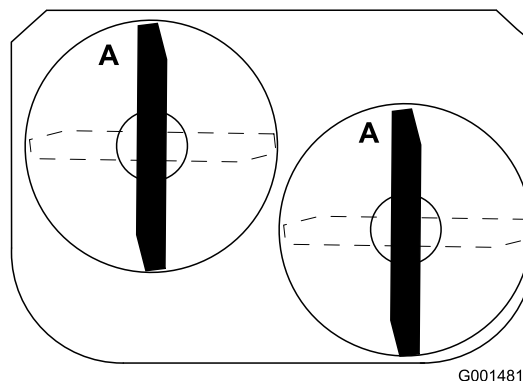

Figura 48
1. Gire las cuchillas hasta que los extremos estén orientados hacia adelante y hacia atrás (Figura 48).